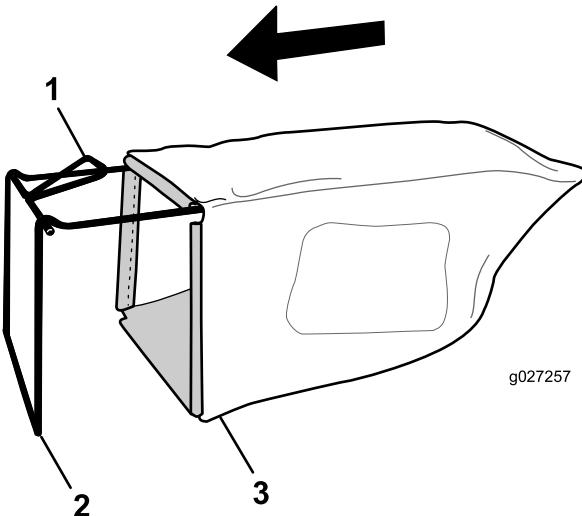

Figure 5
- Glissez le bac sur l'armature, comme montré à la Figure 5.
Remarque: Ne passez pas le bac par dessus la poignée (Figure 5).